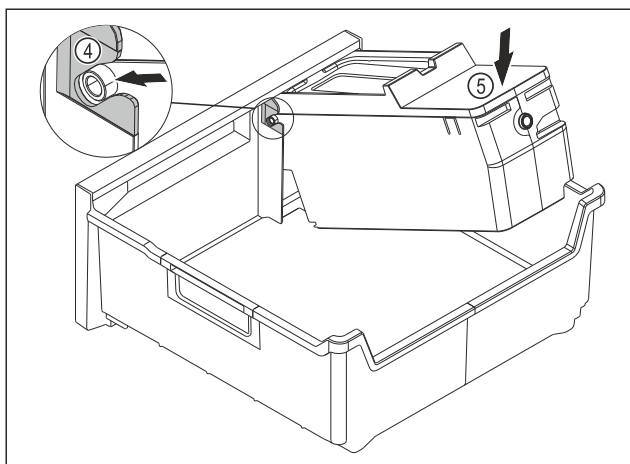

Fig. 91
- ▶ Montaż korpusu EasyTwist-Ice: Wsunąć osie korpusu EasyTwist-Ice w prowadnice Fig. 91 (4).
- ▶ Docisnąć korpus EasyTwist-Ice Fig. 91 (5) z tyłu do dołu.